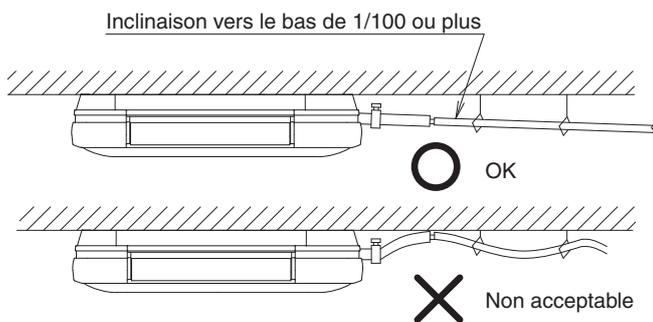

Fig. 28
- Installez la tuyauterie aussi court que possible avec une inclinaison vers le bas de 1/100 ou plus en évitant la stagnation d'air. **(Reportez-vous à la Fig. 28)** (Cela peut causer un bruit anormal, tel qu'un bruit de barbotage)